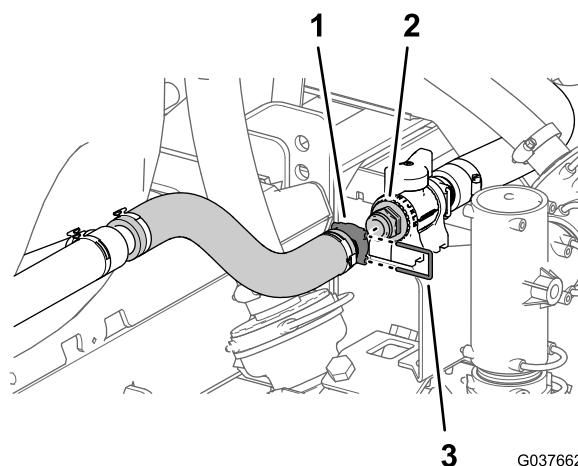

Figura 57
6. Monte a união estriada reta do conjunto do bico de agitação no acoplador rápido da válvula da aceleração da agitação com o retentor que foi fornecido com o conjunto do tubo de agitação (Figura 57).